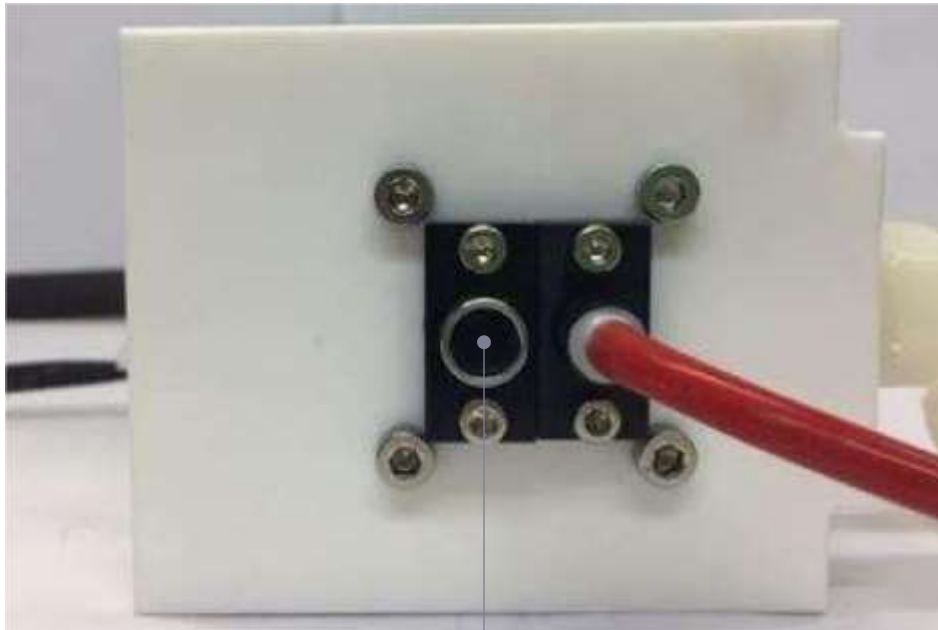

図 12
- 18 エンド キャップとネジをポンプ チャンバーの両端に取り付けます（図 12）